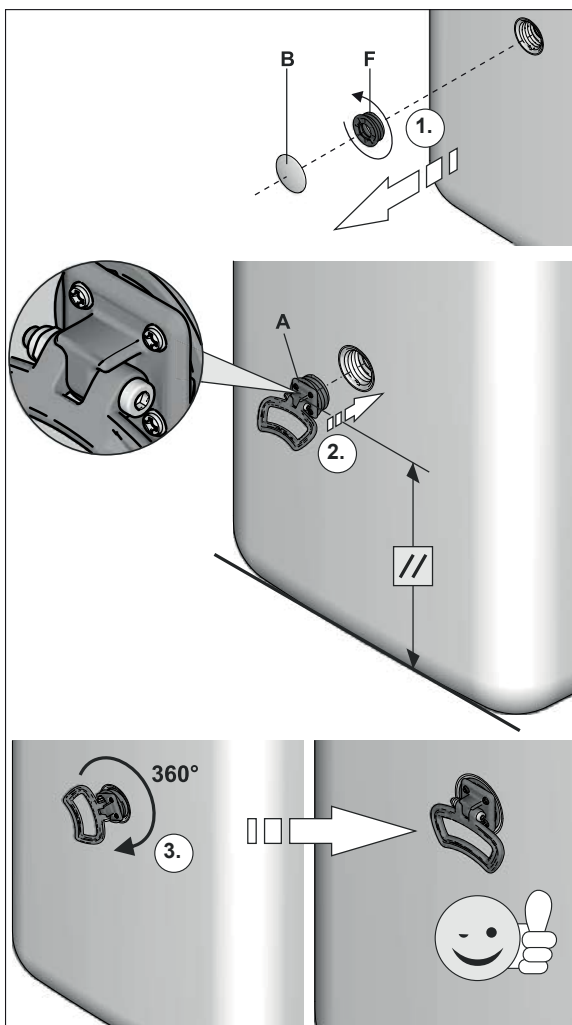

Figura 4-9 Montare le maniglie di sostegno (legenda v. figura 4-8)
- Svitare dal bollitore gli inserti filettati (figura 4-9, pos. G), sui quali vanno montati i cappi.